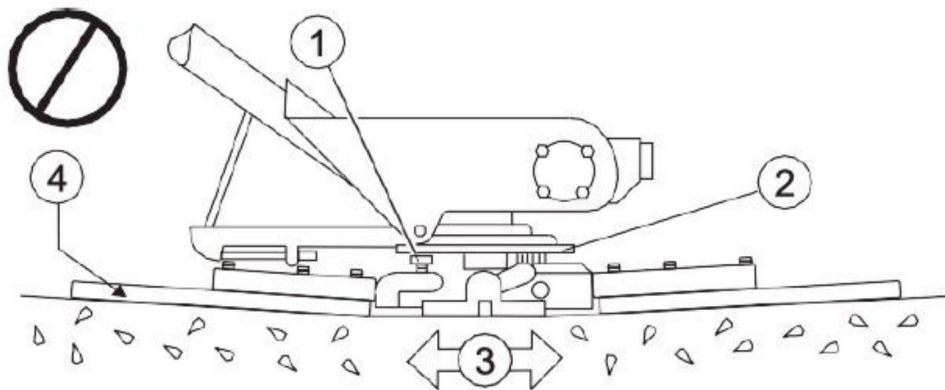

FIG. 17
13.2.2 Vinkla knivarna så plant som möjligt. Justeringsbultarna ska alla knappt komma i kontakt med den nedre slitplattan på spiderboxen. Om man inte tar kontakt kommer justering att behövas. (FIG. 17, FIG. 4).
13.2 Justering av glättararm Fortsättning FIG.17 visar